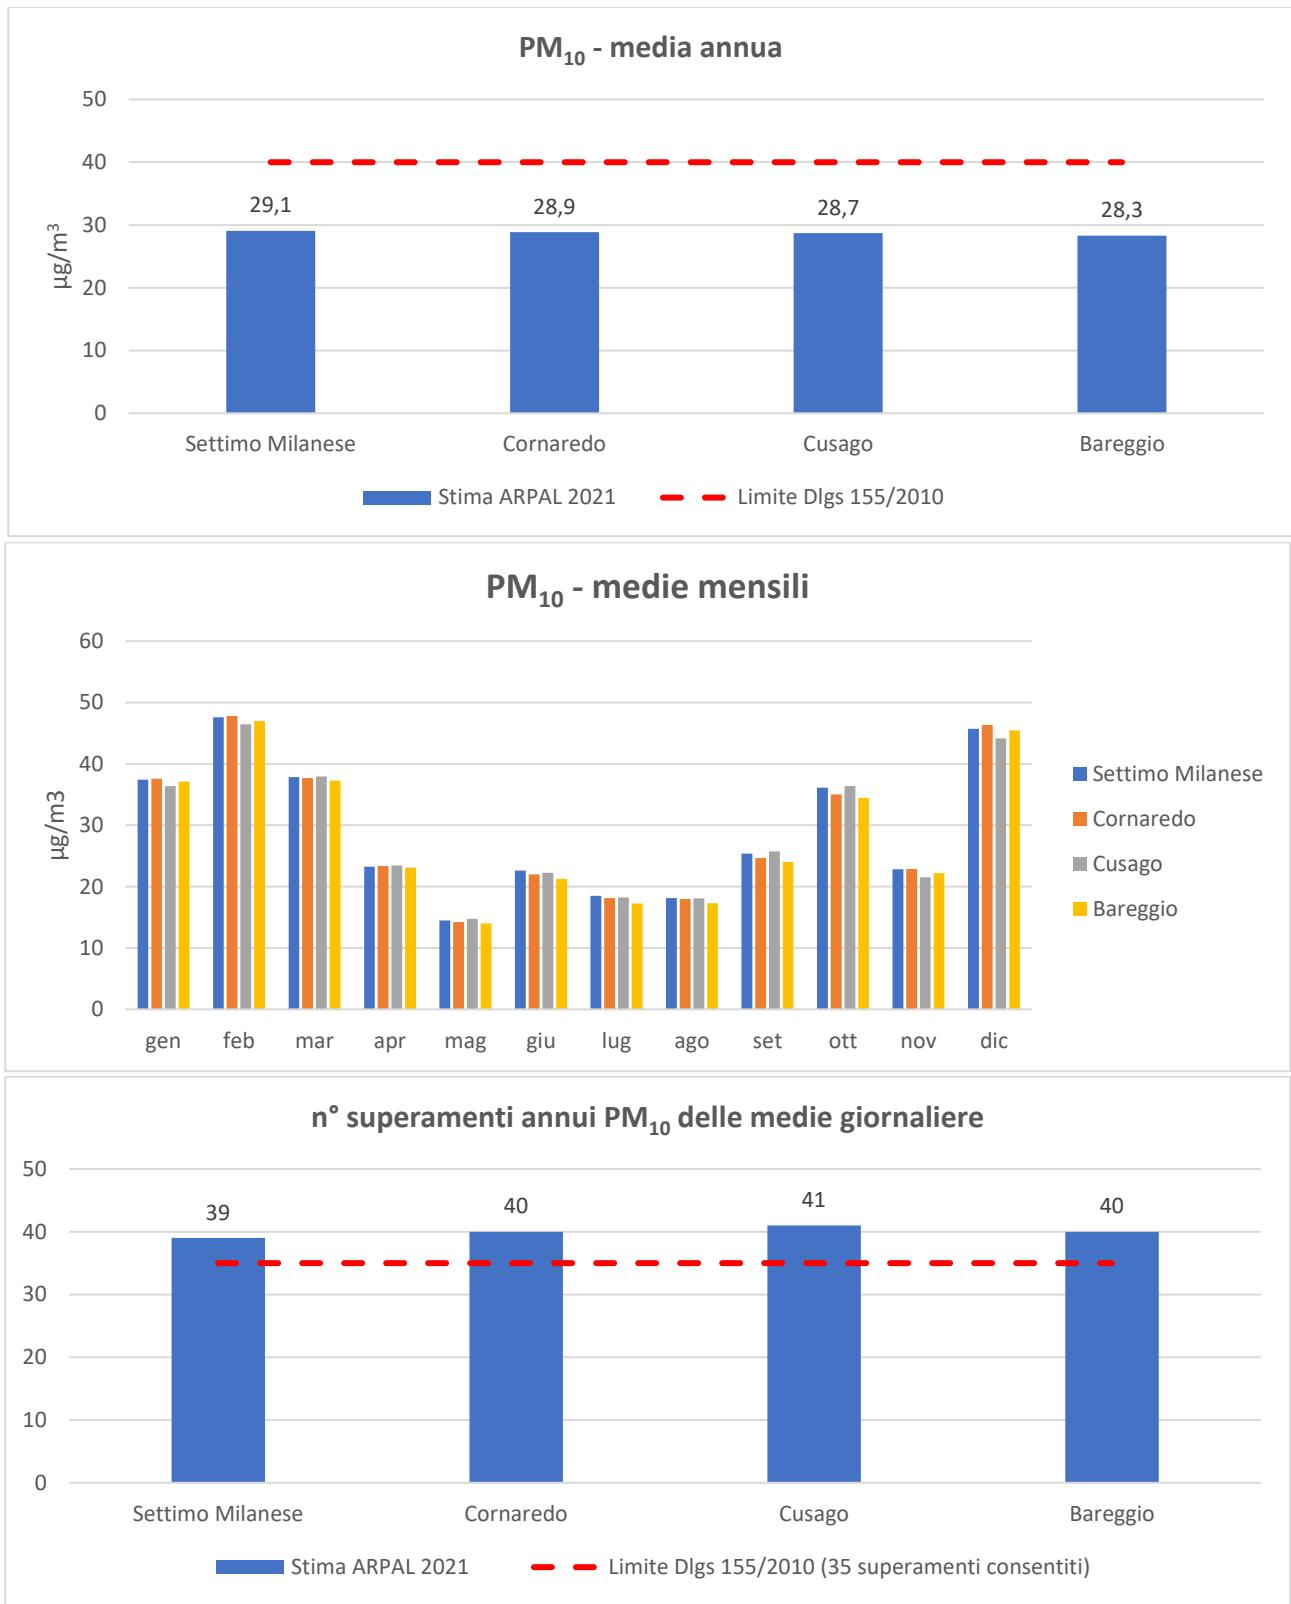

Figura 4-8: Medie annuali, medie mensili e numero di superamenti annui di PM10 per l'anno 2019 (Elaborazione da dati modellati da ARPA Lombardia)
Il grafico in Figura 4-8 mostra le medie annuali e mensili di concentrazione di PM₁₀ per i territori comunali in esame, sulla base delle concentrazioni giornaliere di PM₁₀ modellate da ARPA Lombardia per l'anno 2021. Le medie annuali risultano essere pari a 28-29 µg/m³ con valori medi mensili che vanno dai 48 µg/m³ del mese di febbraio ai 14 µg/m³ del mese di maggio. Il numero di superamenti del limite giornaliero risulta superiore al limite normativo (35), con una stima compresa tra 39 e 41 eventi annuali sopra soglia.